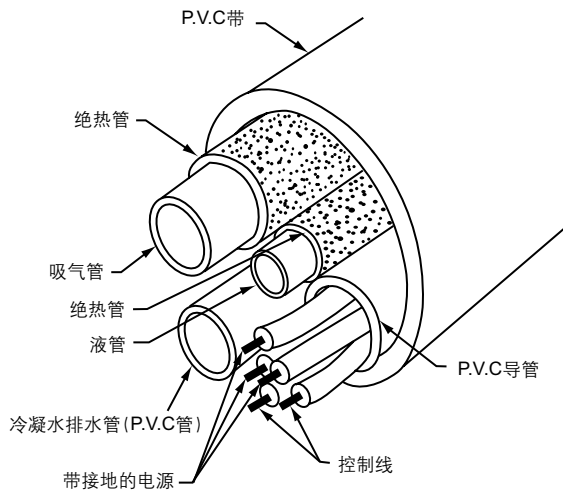

图23 连接管组
5. 连接管、连接线和排水管安装完毕后，用带子将铜管、电线和排水管（查看当地规定是否允许捆绑）每隔 100mm 到 200mm（4” 到 8”）绑束起来。要确保排水管在管束的底部。（图 23）